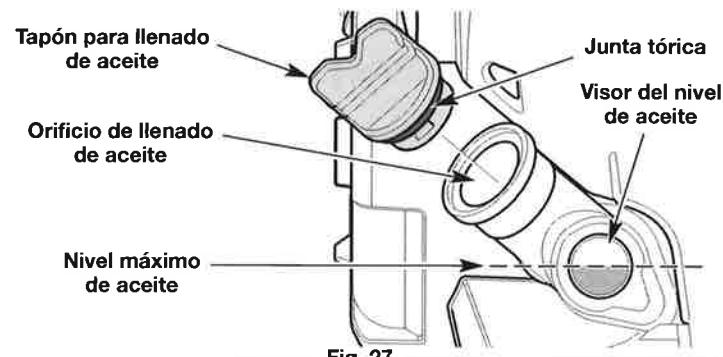

Fig. 27
- Observe el interior del visor del nivel de aceite; use una linterna si es necesario. **El nivel de aceite debe llenar el visor hasta aproximadamente la mitad** (Fig. 27). Si el nivel de aceite es demasiado bajo, agregue aceite. Consulte *Procedimiento para agregar aceite*.
- Limpie la zona que rodea el tapón de llenado de aceite (Fig. 27) a fin de evitar que ingresen residuos en el orificio de carga de aceite.
- Agregue aceite al orificio de llenado de aceite hasta que el nivel de aceite llegue hasta aproximadamente la mitad del visor del nivel de aceite (Fig. 27).
- Compruebe que la junta tórica esté en su lugar en el tapón de llenado de aceite (Fig. 27).
1. Limpie la zona que rodea el tapón de llenado de aceite (Fig. 27) a fin de evitar que ingresen residuos en el orificio de carga de aceite.
7. Compruebe que la junta tórica esté en su lugar en el tapón de llenado de aceite (Fig. 27).